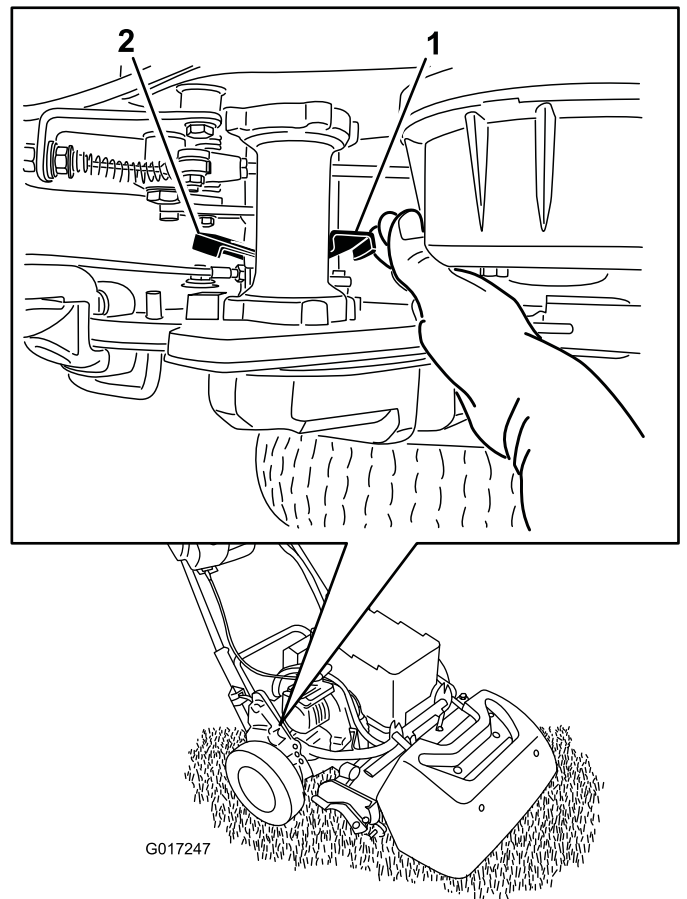

Figure 36
1. Dans l'angle arrière droit de la machine, localisez le levier d'engagement/désengagement de la transmission aux roues, près du tambour d'entraînement (Figure 36).